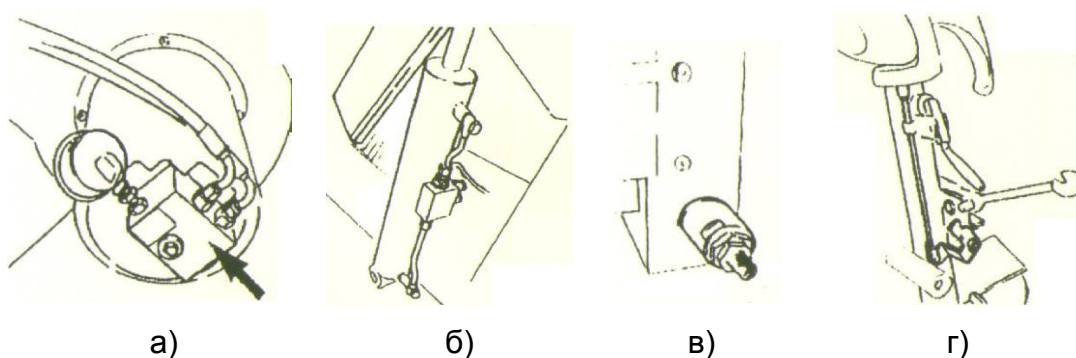

Рисунок 6. Встроенные средства безопасности
6.4.2 Обратный клапан на зажимном устройстве, открывающий гидравлическую линию (внутри шарнирного соединителя, см. Рисунок 6(а)) предотвращает соскакивание колеса с зажимного устройства, если гидравлическая линия по какой-либо причине выйдет из строя.
6.4.3 Управляемый оператором двойной уплотняющий обратный клапан (Рисунок 6 (б)) предотвращает падение кронштейна зажимного устройства, если гидравлическая система по какой-либо причине выйдет из строя.
6.4.4 Перепускной клапан (Рисунок 6(в)) ограничивает давление в гидравлической системе (давление в системе 13+ 0,65 МПа) и обеспечивает правильную работу стенда.
6.4.5 Концевой выключатель консоли инструмента монтажа (Рисунок 6(г)) предотвращает передвижение консоли в «нерабочее положение», если поворотный рычаг был снят.